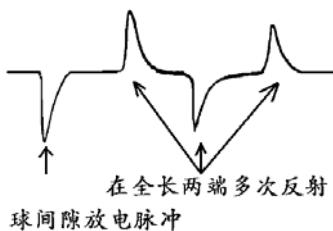

图 4-3-5 故障点未击穿时的典型波形
- (1) 直闪法和冲闪法的区别在于冲闪波形往往有球间隙放电形成的脉冲，而且从球间隙放电到故障点击穿有一定延时；
- (2) 由于杂散电感的影响，往往在反射脉冲波头有向上凸起，应注意将虚光标定位于向上凸起的起始点；
- (3) 利用比例放大功能精确定标；
- (4) 反射波头的凸起起始点有时不易精确定位，往往造成测距值略大于实际故障距离；
- (5) 故障点必须击穿才能正确测距，判断故障点是否击穿的方法：
- ① 故障点击穿时，球间隙放电声清脆响亮，火花较大。而没击穿时，一般球间隙放电声嘶哑，不清脆，而且火花较弱。
- ② 电缆故障点击穿时，电压表指针摆动范围较大。而未击穿时，电压表摆动较小，
- ③ 根据仪器记录波形判断。图 4-3-5 为电缆未击穿时的典型波形。